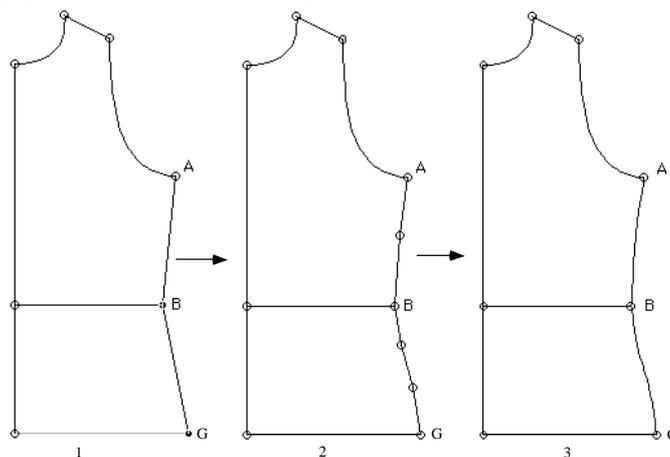

Figura 2-18.
2. Agregue un punto en el borde AB y dos puntos en el borde BG. Vea la Figura 2-18.